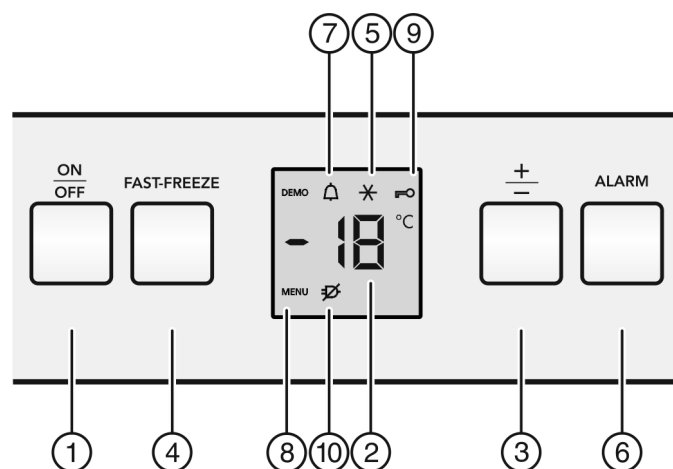

Fig. 2
- Toets On/Off Fig. 2 (1) indrukken.
- Het apparaat is ingeschakeld. Het temperatuurdisplay en het symbool Alarm Fig. 2 (7) knipperen tot de temperatuur koud genoeg is.
- Druk de toets Fast-Freeze Fig. 2 (4) ca. 5 seconden in.
- ▷ Op het display wordt het symbool Menu Fig. 2 (8) weergegeven.
- Met de toets Fast-Freeze Fig. 2 (4) kort bevestigen.
- ▷ Het symbool Kinderbeveiliging Fig. 2 (9) brandt op het display.
- Druk de toets On/Off Fig. 2 (1) kort in.
- Toets Alarm Fig. 2 (6) indrukken.
Tegelijkertijd knipperen de temperatuurdisplay en het symbool Alarm Fig. 2 (7).
Het akoestisch alarm stopt automatisch, het symbool Alarm Fig. 2 (7) gaat uit en de temperatuurdisplay houdt op met knipperen, wanneer de temperatuur weer laag genoeg is.